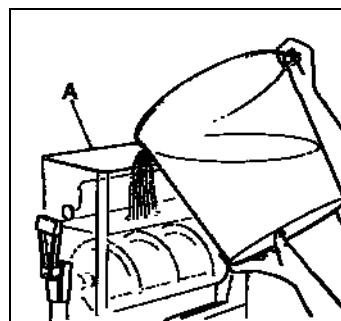

Fig. 19
- Verser le produit obtenu dans le bac en respectant la capacité maximale de 12 litres (voir fig. 19).